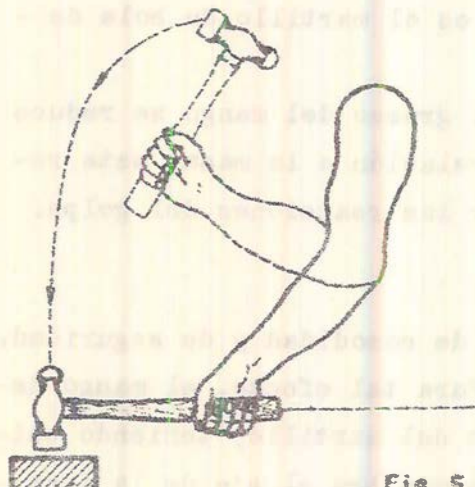

Fig. 5
- Golpes medianos: Son golpes suaves que se dan con el movimiento del antebrazo y la muñeca. Se emplean para el cincelado, etc. (Fig. 5).